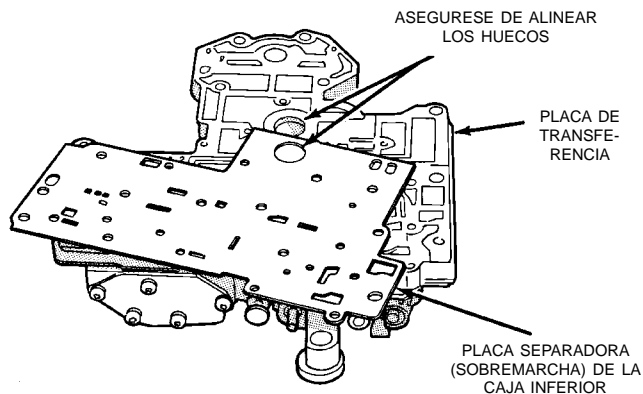

Fig. 82 Placa separadora de la caja inferior
(3) Coloque la placa separadora de la caja inferior en la placa de transferencia (Fig. 82).